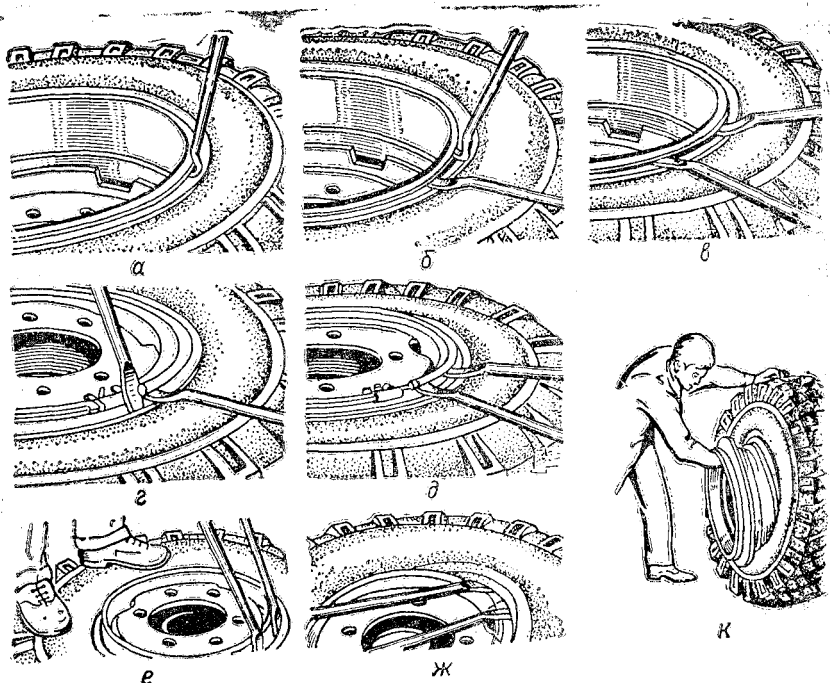

Рис. 36. Разборка колеса
изогнутый конец монтажной лопатки вставить между бортовым кольцом и фланцем обода в монтажный паз, отжать монтажной лопаткой бортовое кольцо вниз (рис. 36а);
в образовавшийся зазор вставить плоский конец прямой лопатки (рис. 36б), освободить первую лопатку, последовательно продвигаясь по окружности обода, вставляя концы обеих лопаток в образуемый зазор (рис. 36в) и осаживая борт шины через бортовое кольцо, снять его с посадочной полки обода;
3. Снять замочное и бортовое кольца. Для этого необходимо вставить плоский конец одной лопатки в паз, расположенный на торце замочного кольца. Второй лопаткой поднять этот торец замочного кольца, отжимая первой лопаткой конец кольца, выступающий из замочной канавки, выжать его вверх (рис. 36г). Удерживая выжатый конец второй лопаткой, освободить первую лопатку и завести ее плоский конец под кольцо. Выжимая кольцо монтажными лопатками по окружности колеса, снять замочное кольцо (рис. 36д). Снять бортовое кольцо.
4. Демонтировать борт шины: встать на участок борта шины, противоположный вентиляльному отверстию; в зоне вентиляльного отверстия завести плоские концы обеих лопаток между шиной и ободом (рис. 36е) на расстояние 150—250 мм одна от другой. Прикладывая усилия к монтажным лопаткам, вывести часть борта наружу (рис. 36ж), причем противоположная часть борта шины должна обязательно находиться в монтажном ручье. Удерживая демонтированную часть борта шины одной лопаткой, освободить другую и завести ее плоский конец между ободом и шиной на расстоянии 70—100 мм от места перехода борта шины наружу. Повторяя данную операцию, демонтировать борт шины полностью.
5. Утопить вентиль в полость шины. Поставить колесо в вертикальное положение. При этом нижняя часть борта шины должна находиться в монтажном ручье обода. Извлечь обод из шины, как показано на рис. 36к.